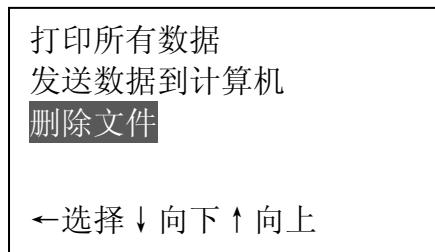

图 34
d. 按←键进入，按↓或↑键将光标移至删除文件，如图 34：